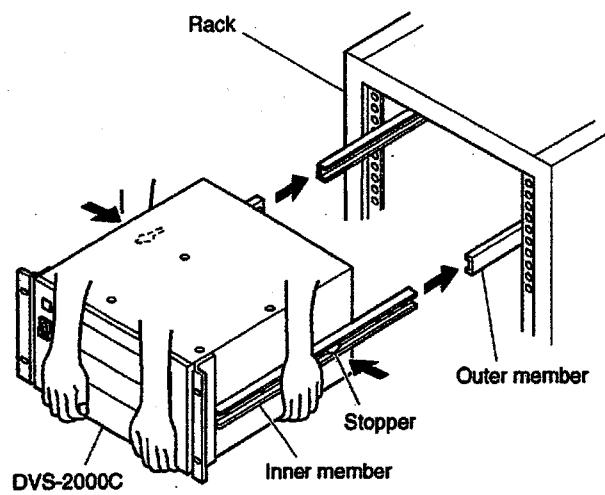

Fig. 5
(5) 収納するときは、インナーメンバのストッパーを押しながら、アウターメンバに差し込み最後まで押し込む。(図5)
(6) スムーズに収納できることを確認した後、手順(4)で仮止めしたネジ(B5×8)を締め付ける。
(5) Install the unit in the rack. Slide the inner members fully into the outer members while pressing the stoppers of the inner members. (Fig. 5)
(6) After making sure that the unit can be installed smoothly, tighten the screws (B5×8) secured temporarily in step (4).